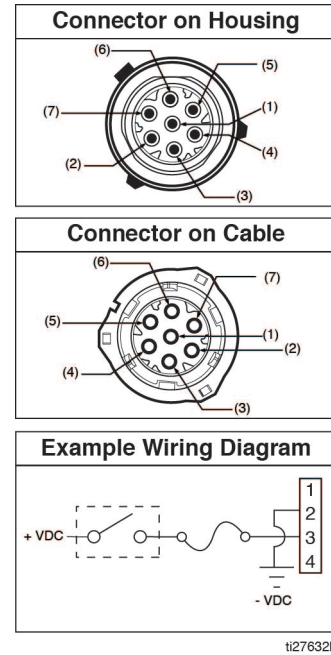

图 4
- 请参阅图 4 所示的引脚布局获取连接器中的正确位置。
引脚和相关接线颜色 (图 4)